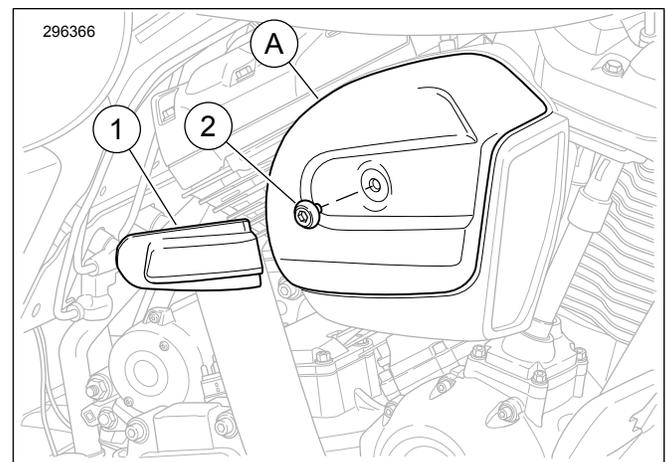

Abbildung 1. Screamin' Eagle Luftfilter-Medaillon
Siehe Abbildung 1 und Tabelle 1.
1. Siehe Abbildung 1 und Tabelle 1. Die Luftfilterabdeckung (A) entfernen.